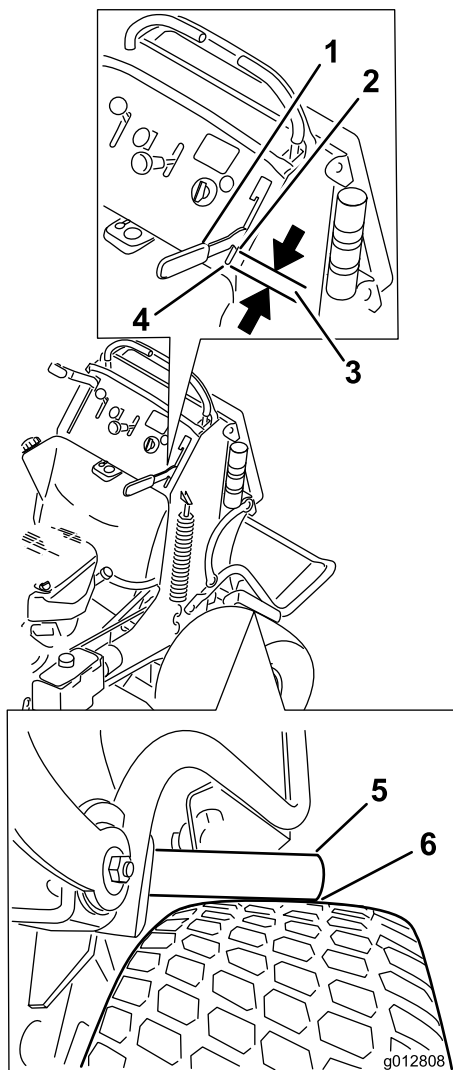

Figure 63
4. Engagez le levier du frein jusqu'à ce que les barres de frein touchent le pneu (Figure 63).
5. Mesurer l'espace entre l'avant du levier à main et le bout de la fente dans le panneau de commande lorsque la barre de frein touche le pneu. L'écart doit être de 19 mm. Réglez le frein au besoin (Figure 63).